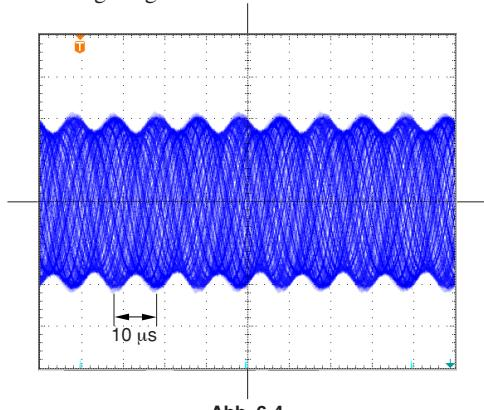

Abb. 6-4
- Führen Sie die Einstellungen in Schritt ③ und ④ abwechselnd so oft aus, bis ein Drehen des GBAL-Trimmers nicht mehr zu einem Unterschied in der Höhe benachbarter Spitzen führt.
- ⑤ Bringen Sie den GBAL-Trimmer ungefähr in seine Mittenstellung, und verfahren Sie den Maßstab, bis die in Abb. 6-4 gezeigte Wellenform sichtbar wird. Justieren Sie dabei den PHASE-Trimmer so, dass die Welligkeit auf der Hüllkurve auf ein Mindestmaß reduziert wird.